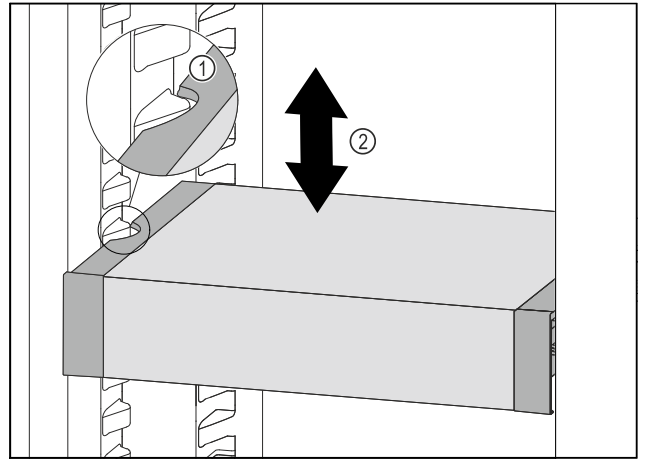

Fig. 41
- ▶ Tirare VarioSafe in avanti fino a quando le cavità laterali di VarioSafe non si trovano al livello della nervatura del contenitore nel vano frigorifero. Fig. 41 (1)
- ▶ Spostare VarioSafe verso l'alto o verso il basso nel vano frigorifero fino a raggiungere l'altezza desiderata. Fig. 41 (2)